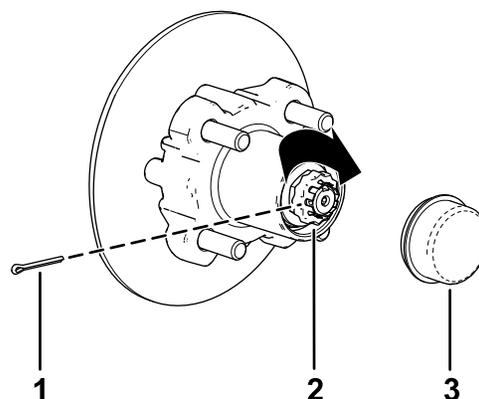

図 37
8. ナットの上からリテーナを取り付け、リテーナのスロットとスピンドルのスロットが整列しているかどうか確かめる 図 37。